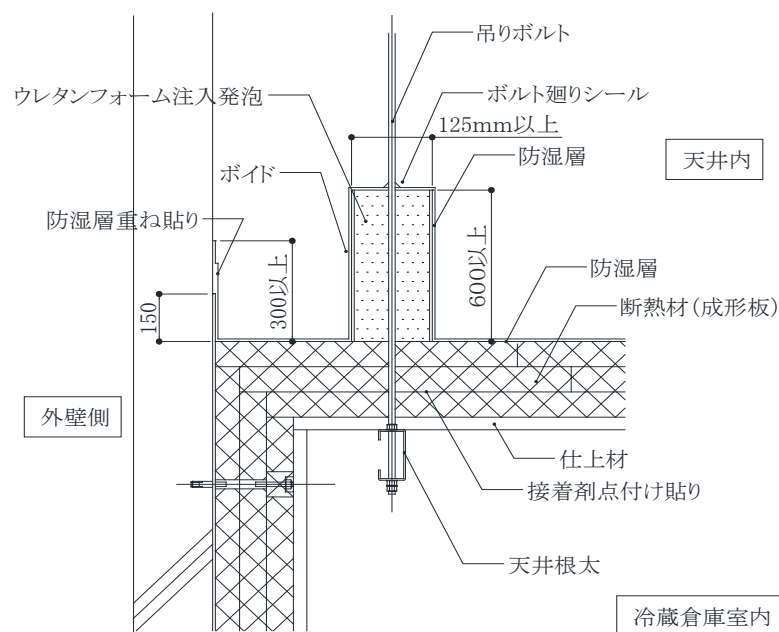

図 A-16 成形板の断熱材を使用した場合の施工例
3) 壁断熱と吊り天井断熱との取り合いは、次の方法とする。(図 A-16、17)